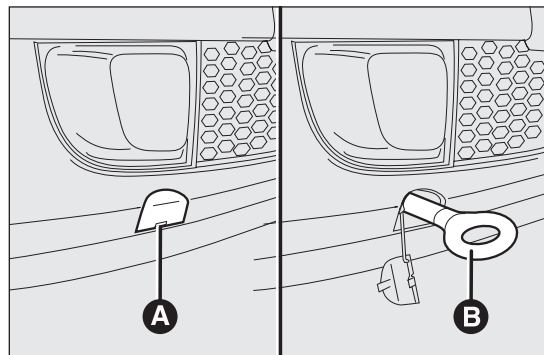

Abb. 131
- ☐ Den Deckel A Abb. 131 aushängen